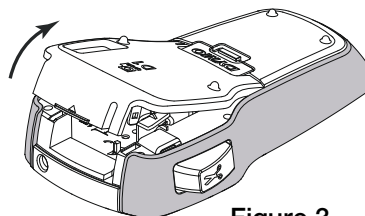

Figure 3
- 1 Soulevez le couvercle de la cassette d'étiquettes pour ouvrir le compartiment à étiquettes. Voir la Figure 3.